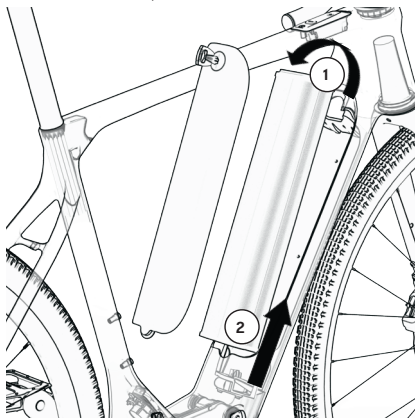
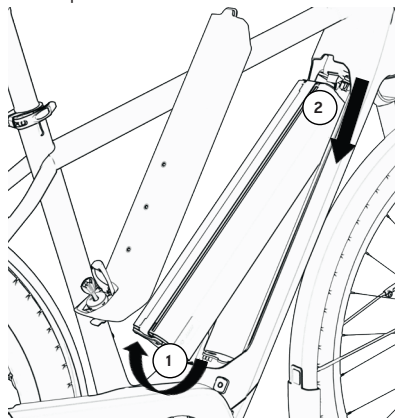

Fig. 3/ Lado de la cerradura superior
Fig. 4/ Lado de la cerradura inferior
3. Ahora, la batería ya se puede extraer del cuadro. Gira la batería por el lado de la cerradura para retirarla del soporte ① y extráela de la zona de contacto eléctrico ②. El lado de la cerradura puede encontrarse arriba «Fig. 3/ Lado de la cerradura superior» en la página 20 o abajo «Fig. 4/ Lado de la cerradura inferior» en la página 20, según el modelo.